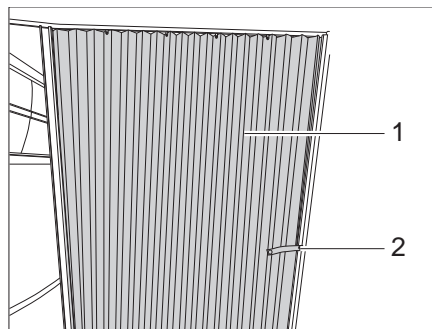

Bild 79 Faltporhang
- Das Sicherungsband (Bild 79,2) lösen.
- Faltporhang (Bild 79,1) in Schließstellung ziehen.
- Faltporhang (Bild 79,1) in die Öffnungsposition führen.
- Faltporhang mit dem Sicherungsband (Bild 79,2) befestigen.